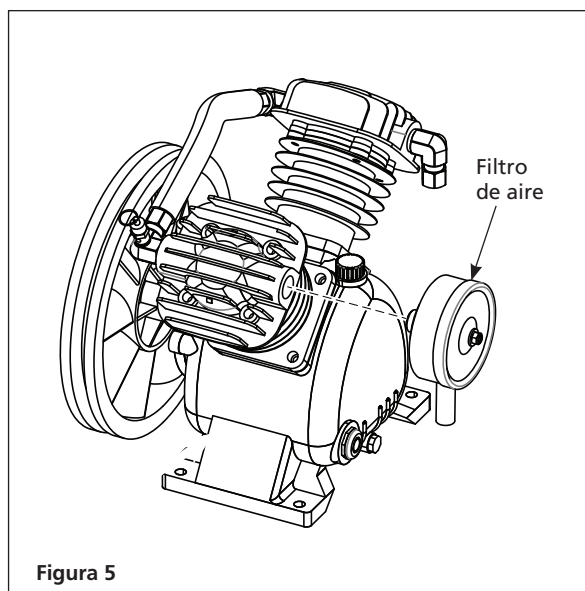

Figura 5
3. Instale el filtro de aire. Vea la Figura 5.